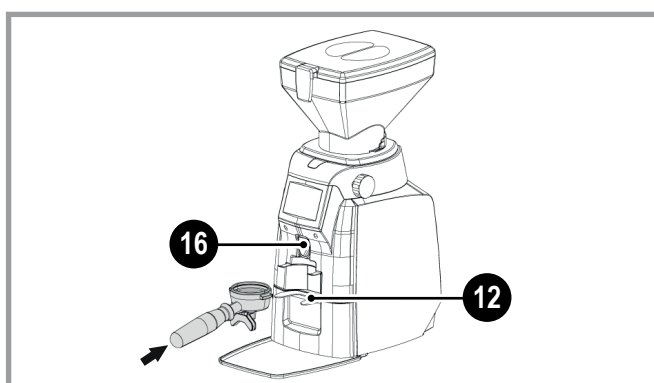

Fig. 6.5 - Retiradas de café moído
Para as retiradas de café moído, ver Fig. 6.5.
- Coloque o porta-filtro da máquina de café na forquilha de suporte (12 - Fig. 6.5).
- O moinho-doseador liga pelo tempo definido e pelo canal (16 - Fig. 6.5) desce o café moído.